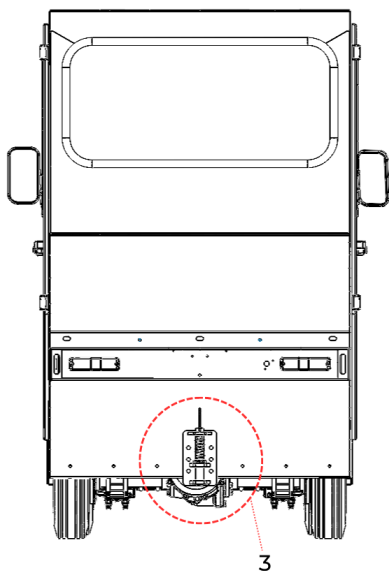

Figure 44. Zone de montage de l'attelage.
- Zone de montage de l'attelage (3) (voir figure 44).